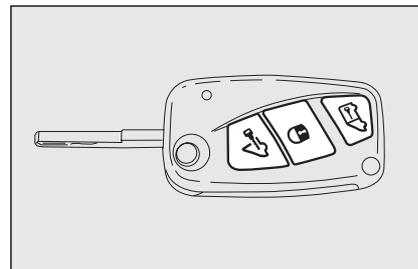
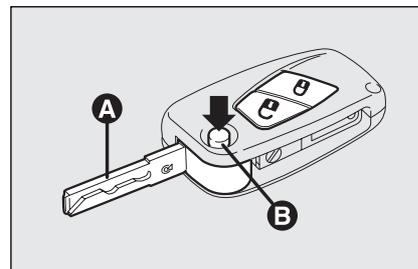
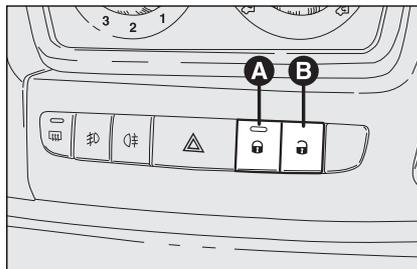

Abb. 87
Abb. 88
Abb. 90
Bei geschlossenen Türen die Taste  auf der Fernbedienung **Abb. 87** drücken, oder den Metalleinsatz in das Türschloss auf der Fahrerseite einführen und im Uhrzeigersinn drehen.
Die Verriegelung der Türen wird nur aktiviert, wenn alle Türen verschlossen sind. Wenn eine oder mehrere Türen infolge des Drucks der Taste  auf der Fernbedienung **Abb. 87** geöffnet sind, blinken die Fahrtrichtungsanzeiger und die Led auf der Taste **A-Abb. 90** etwa 3 Sekunden lang schnell.
Bei eingeschalteter Funktion sind die Tasten **A** und **B Abb. 90** ausgeschaltet.
Durch einen doppelten schnellen Druck der Taste  auf der Fernbedienung **Abb. 87** wird die Dead lock Vorrichtung aktiviert (siehe Abschnitt "Dead lock Vorrichtung").
Kurz die Taste  **Abb. 87** oder  **Abb. 88**, je nach Version, für die fernbediente Entriegelung, die zeitgeschaltete Einschaltung der Innenleuchten und das doppelte
Die Taste **A-Abb. 90** für die Verriegelung der Türen drücken, die Taste **B** für die Entriegelung der Türen drücken. Wenn die Türen verriegelt sind, leuchtet die Led auf der Taste **A**, und ein Druck der Taste **B** löst die Zentralverriegelung aller Türen und das Ausschalten der Kontrollleuchte aus. Wenn die Türen entriegelt sind, ist die Led ausgeschaltet, und ein Druck der Taste löst die Zentralverriegelung aller Türen aus. Die Türverriegelung wird nur aktiviert, wenn alle Türen korrekt geschlossen sind.
ist es nicht möglich, die Entriegelung mit der Taste **A-Abb. 90** auszuführen, die sich unter den Bedienelementen auf dem Armaturenbrett befindet.
- Ver-/Entriegelungstasten **A-B Abb. 90**;
Die Vorrichtung schaltet sich automatisch für alle Türen ein, wenn Sie zwei Mal schnell die Taste  auf dem Schlüssel mit der Fernbedienung drücken **Abb. 87**.
Die erfolgte Einschaltung der Funktion wird durch dreimaliges Blinken der Fahrtrichtungsanzeiger und das Blinken der Led auf der Taste **A-Abb. 90** angezeigt, die sich zwischen den Bedienelementen auf dem Armaturenbrett befindet.